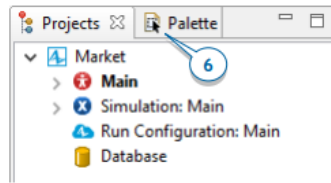

Рисунок 2.6 – Вкладка палітри
9. Ми хочемо додати новий елемент моделі, але спочатку потрібно перейти до перегляду палітри, натиснувши вкладку палітри (рис. 2.6).